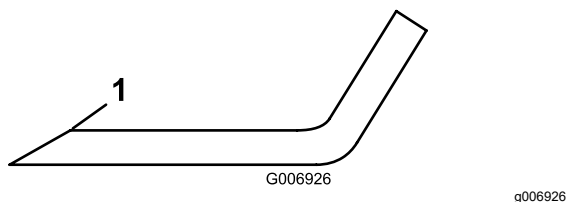

Figura 78
ranhuras. Afie apenas a zona superior da parte cortante e mantenha o ângulo de corte original para garantir que está afiada (Figura 78).
6. Se apresentar sinais de desgaste ou ranhuras, afie apenas a zona superior da parte cortante enquanto mantém o ângulo de corte original (Figura 78).